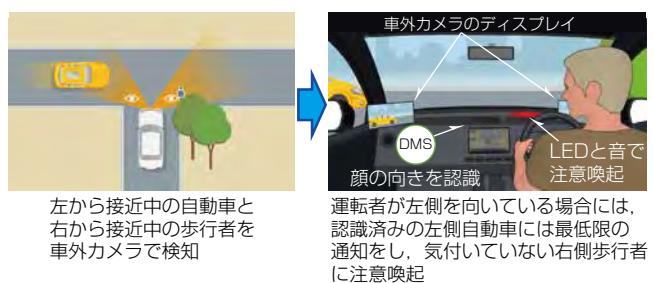

図1. “気が利く通知”的イメージ
(1) 気が利く通知(図1) : DMS(Driver Monitoring System)